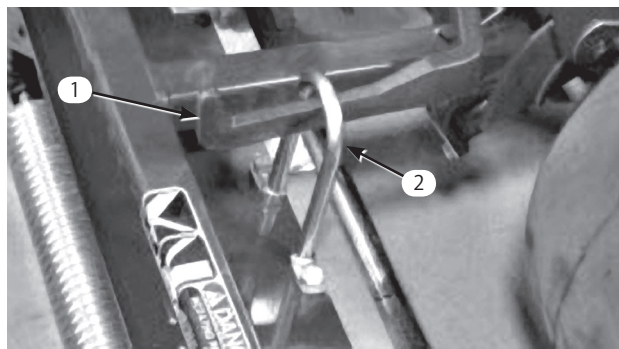

図11
3. カuttingユニットをプルフレームの下に引き入れ、吊り輪 (フープ) を昇降アームに引っかける (図11)。